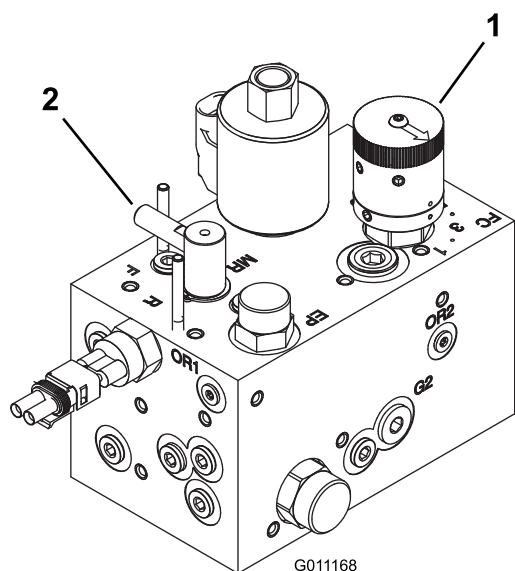

図 78
3. バックラップコントロールをバックラップ位置Rにセットする。リール速度コントロールを 1 にセットする 図 78。